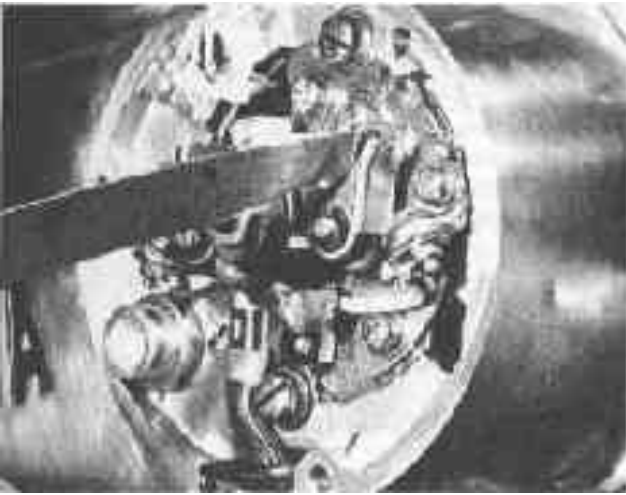

Bild 263
- Zum Durchdrehen des Motors im Uhrzeigersinn benutzt man nach Entfernen der großen Innensechskantschraube links unten an der Unterbrecherplatte (Bild 263 links im Bild) einen Sechskantschlüssel, den man durch die freigelegte Öffnung in einen darunterliegenden Innensechskant stecken und drehen kann. Kurbelwelle rechtsherum so weit drehen, bis die Kontakte (10 Uhr) vollständig offen stehen, dann Abstand kontrollieren und gegebenenfalls wie unter 4.3 einstellen. Der Kontaktabstand muss zuerst eingestellt sein, weil späteres Verstellen die Zündzeitpunkteinstellung beeinträchtigen würde.